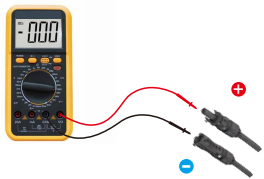
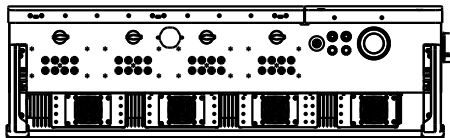

Figura 3.24 Medição com multímetro
Figura 3.25 Conectar os conectores DC ao inversor
5. Meça a tensão PV da entrada DC com um multímetro, verifique a polaridade do cabo de entrada DC (consulte a Figura 3.24) e certifique-se de que a tensão de cada cadeia de células esteja dentro da faixa de operação do inversor. Conecte o conector DC ao inversor até ouvir um leve clique, indicando que a conexão foi bem-sucedida. (consulte a Figura 3.25)